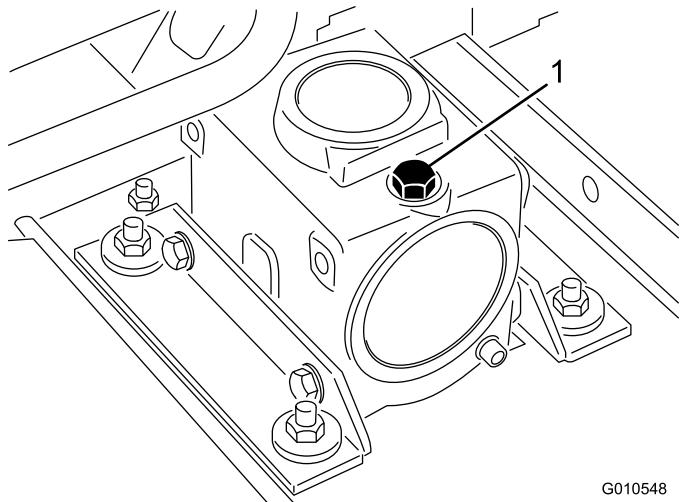

Figure 16
2. Placez la machine et le plateau de coupe sur une surface plane et horizontale, et abaissez le plateau de coupe. Retirez la jauge/le bouchon de remplissage du haut du réducteur (Figure 16) et vérifiez que le niveau de lubrifiant se situe entre les repères de la jauge. Si le niveau de lubrifiant est bas, ajoutez de l'huile pour engrenages SAE 80-90 jusqu'à ce que le niveau se situe entre les repères. De l'huile synthétique pour engrenages SAE 80-90 peut être utilisée éventuellement.